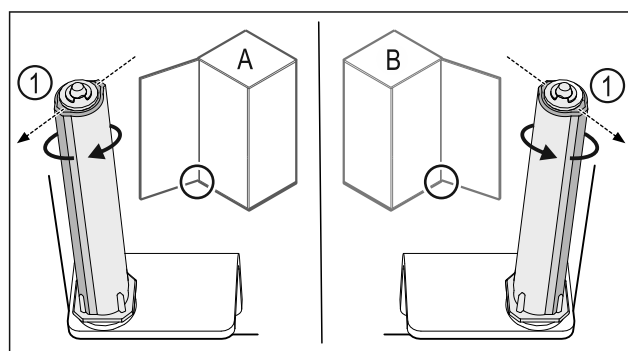

Fig. 29 Levý doraz (A) / pravý doraz (B)
- ▶ Otáčejte uzávěracím systémem proti odporu, dokud nebude lamela uzávěracího systému Fig. 29 (1) ukazovat směrem ven.